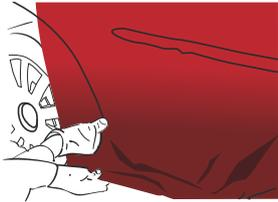

Figure 12
- › Appliquer le relief avec le doigt ou la raclette plastique recouverte de feutrine. (FIG. 12)